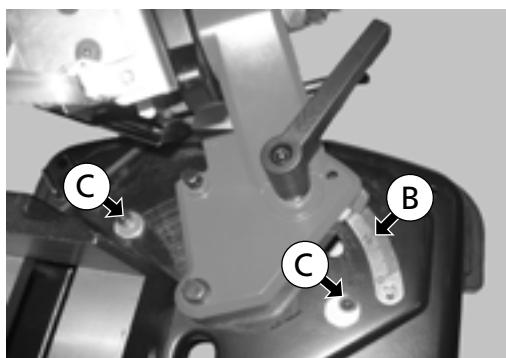

Fig. 20
Gire el arco de la sierra de cinta hasta el ángulo deseado sobre la escala (B) - (Fig. 20). Los topes ajustables (C) para 90° y 45° permiten una colocación rápida (Fig. 20).